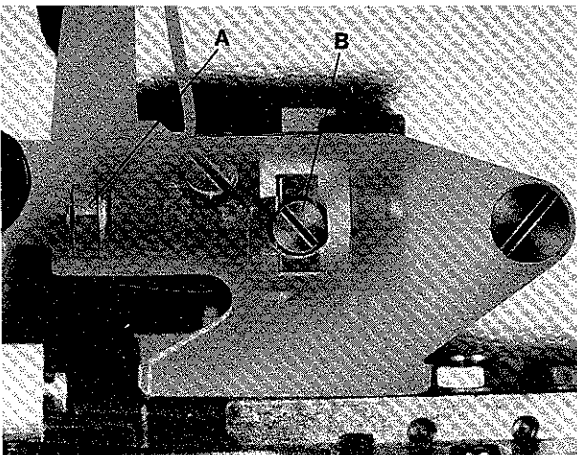

Fig.43
The amount of spreader travel from extreme left to extreme right position can be increased or reduced if required. For adjustment loosen nut (A, Fig. 43), turning screw (B) clockwise reduces and turning it counterclockwise increases the amount of spreader travel.
Der Weg des Leger von der linken zur rechten Endstellung kann bei Bedarf, vergrößert oder verkleinert werden. Zur Einstellung lösen Sie die Mutter (A, Fig. 43), drehen der Schraube (B) im Uhrzeigersinn verkleinert und drehen im Gegenuhrzeigersinn vergrößert den Legerweg. Ziehen Sie die Mutter (A) wieder an.